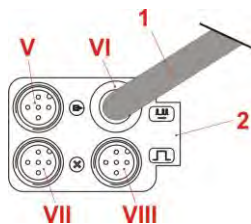
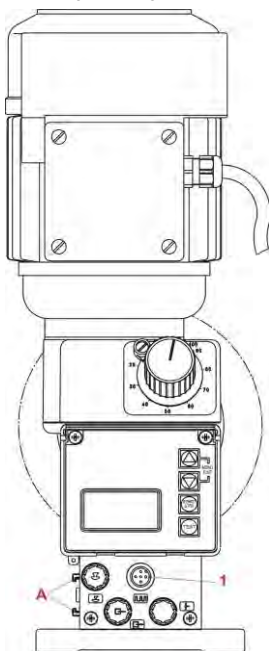

Fig. 8.1 Montage du Dongle-Box
Fig. 8.2 Montage du Dongle-Box 1
- ✘ Monter le Dongle-Box (fig. 8.1) sur la glissière de la pompe EMP prévue à cet effet (fig. 8.2, pos. A):
- ✘ Pousser le module de protection sous boîtier (fig. 8.1) dans la glissière sur le côté gauche de la pompe EMP (fig. 8.2, pos. A) jusqu'à ce qu'il s'enclenche.
- ✘ Raccorder le câble de liaison (fig. 8.1, pos. 3 et 8.3, pos. 2) sur l'entrée d'impulsion/du signal normalisé (fig. 8.2, pos. 1).
Si, avant l'extension par un Dongle- Box, un connecteur est enfiché sur l'entrée d'impulsion / du signal normalisé (voir la fig. 8.2, pos. 1), celui-ci peut être connecté après l'extension au connecteur VIII (voir la fig. 8.1, pos. VIII) du Dongle- Box.